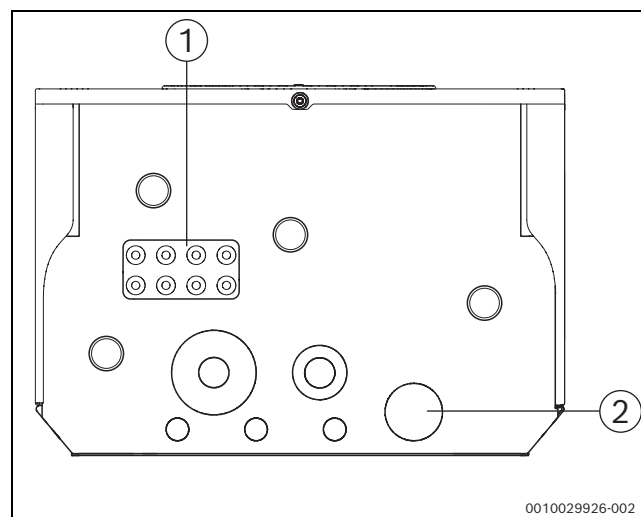

Fig. 26 Passe-câbles
- Poser le circuit de contrôle du type H05V2V2 F, 2x0,75 mm² [4] du chauffage auxiliaire externe par un passe-câbles libre dans la tôle de fond (→ fig. 26) vers la borne de raccordement [2].